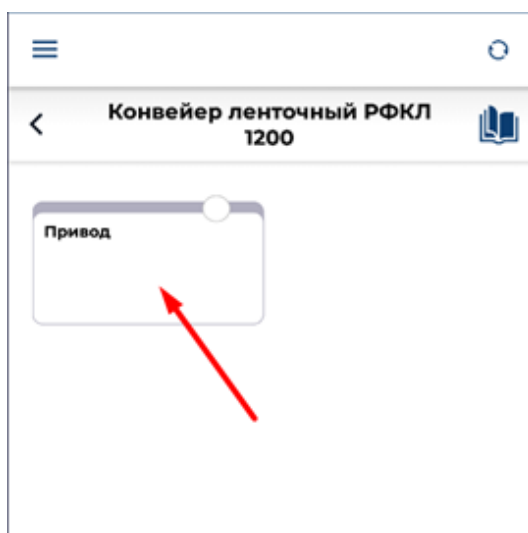

Рисунок 15 – Выбор узла второго уровня
- в открывшемся списке узлов выбрать нужные и нажать на карточку (рисунок 15);